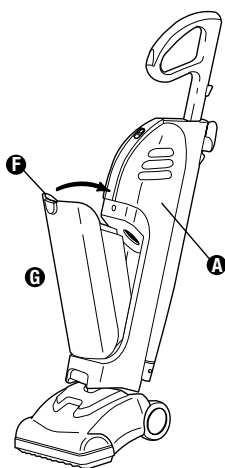

FIG. 6
Step 4: To replace dust cup **(G)**, install bottom of cup into unit **(A)** (Fig. 6).
Paso 4: Para volver a colocar el recipiente para polvo **G**, instale la parte inferior del mismo en la unidad **A** (Fig. 6).
4 Étape: Pour replacer le bac à poussière **G**, insérez le fond du bac dans le corps de l'unité **A** (Fig. 6).